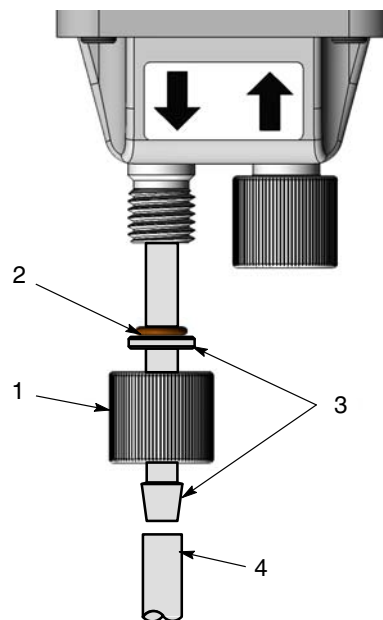

Figura 5 Ligação do tubo flexível à bomba
1. Consulte a figura 5. Remova da bomba a porca de fixação (1) traseira (saída) e a junta tórica (2).
2. Monte a junta tórica (3) no adaptador do tubo (3), até ela encostar à flange do adaptador.
5. Empurre o tubo flexível de pó (4) enfiando-o na extremidade com barbela do adaptador.